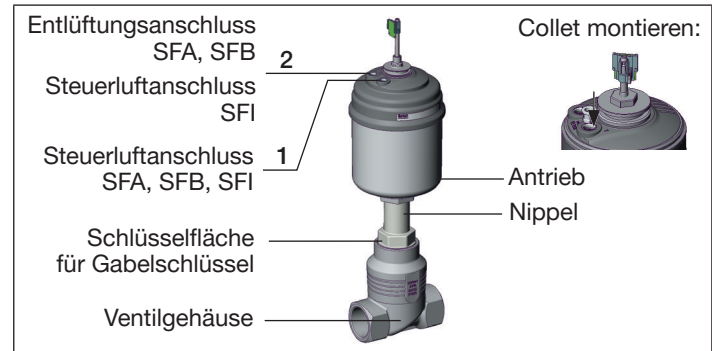

Bild 3: Einbau
- Bei Steuerfunktion A den Steuerluftanschluss 1 (siehe „Bild 3“) mit Druckluft (5 bar) beaufschlagen: Ventil öffnet.
→ Bei Steuerfunktion A den Steuerluftanschluss 1 (siehe „Bild 3“) mit Druckluft (5 bar) beaufschlagen: Ventil öffnet.